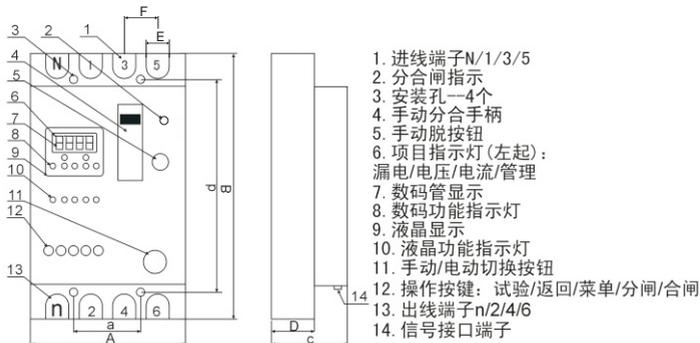

图1
7、面板功能和外形、安装尺寸（见图1、表5，以实际产品为准）
8.1 安装前，必须检查保护器是否处于分闸状态（图1序号2分合指示标志于分闸位置），如果处在合闸状态必须用手动脱扣，使保护器分闸。
8.2 保护器应垂直安装（倾斜度应 $<5^\circ$ ），用螺丝通过安装孔（图1序号3）固定。